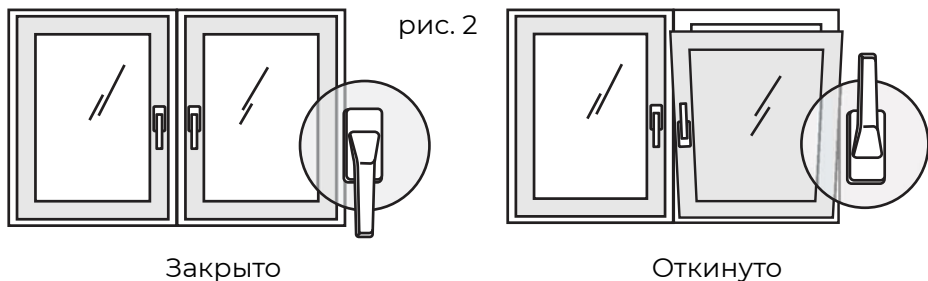

рис. 2
3) для перевода створки из закрытого положения в откидное (поворот створки относительно нижней горизонтальной оси, положение «Откинута» на Рис. 2) ручку поворачивают вертикально на 180 градусов вверх, затем, потянув за ручку, поворачивают створку относительно нижней горизонтальной оси на заданный изготовителем угол (не более 10 градусов) (**откидной режим**)
4) для запираения створки из открытого или откидного положения её сначала закрывают, и придерживая створку рукой, поворачивают ручку вертикально вниз (положение «Закрыто» на Рис. 2)